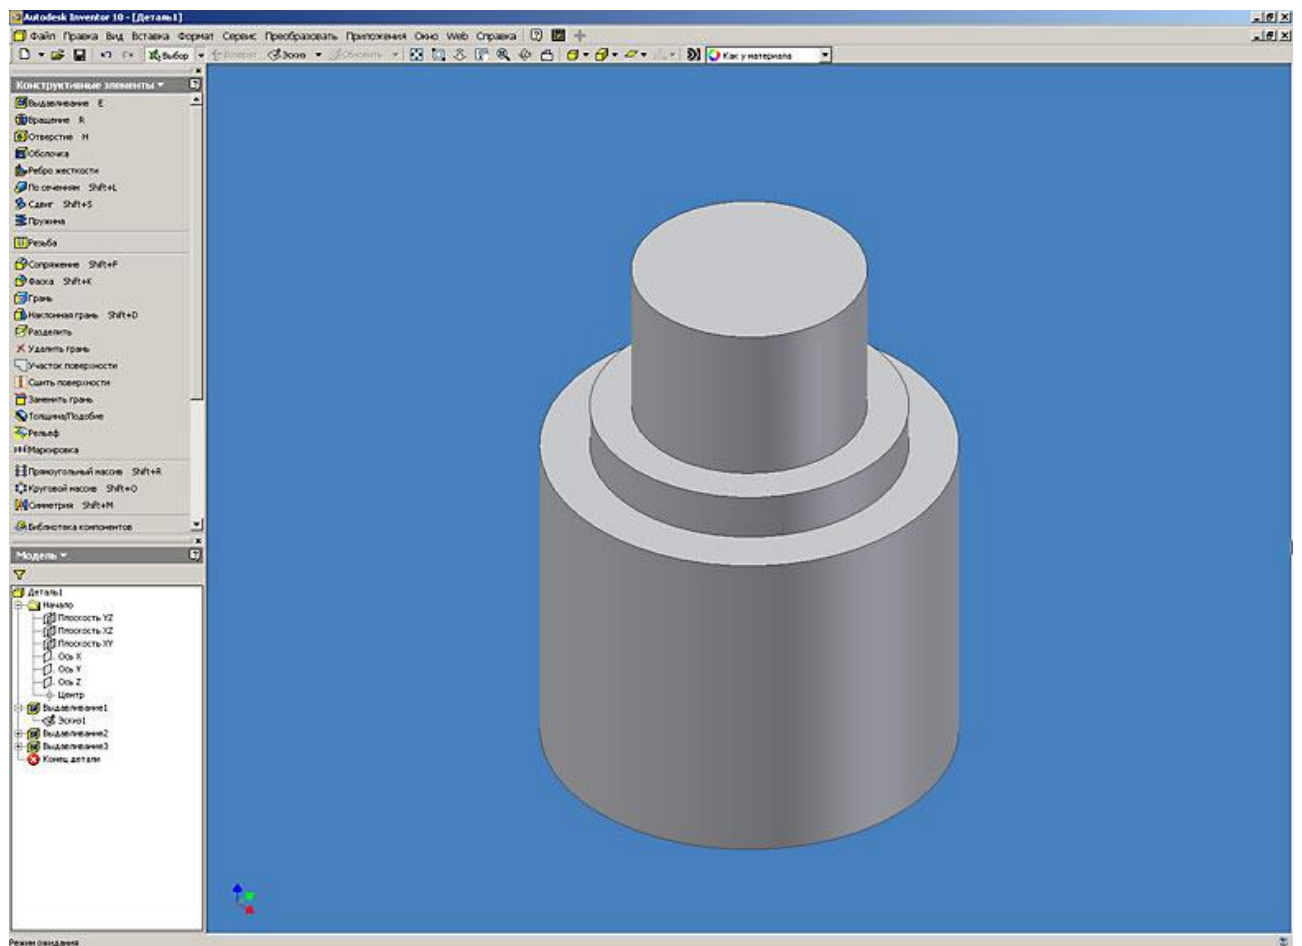

Рис. 7. Autodesk Inventor. Работа с конструктивными элементами (выдавливание)
7. Аналогичным способом в соответствии с чертежом выполняем построение следующего конструктивного элемента (рис. 7).